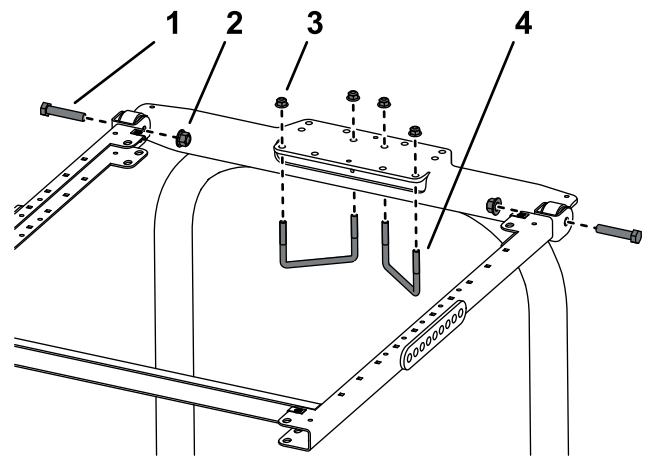

Рисунок 25
8. Установите монтажный кронштейн ROPS на верхнюю часть защитной дуги тягового блока (Рисунок 25).
9. Используя монтажные отверстия, показанные на Рисунок 25, прикрепите монтажный кронштейн к верхней части защитной дуги с помощью 2 U-образных болтов ($4\frac{1}{2}$ x $2\frac{3}{4}$ дюйма) и 4 фланцевых гаек.